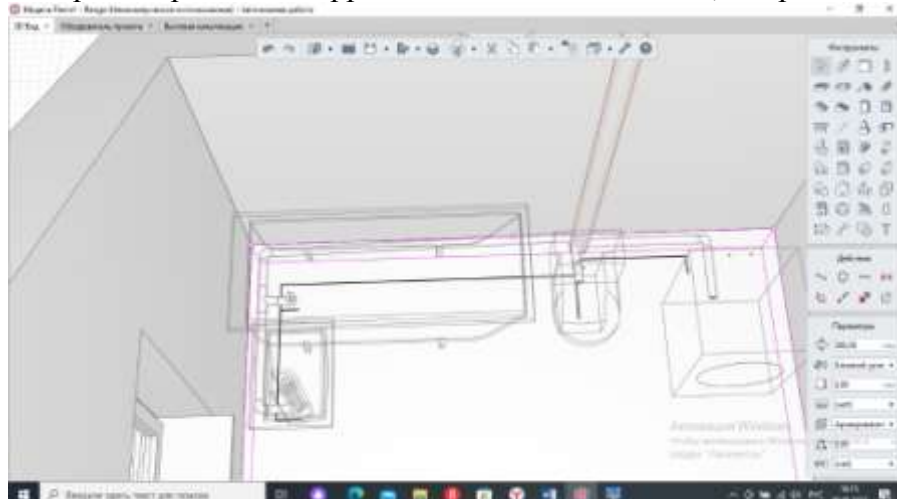

Рисунок 6.16 – 3D вид модели канализации
7. Убедитесь, что трасса проведена корректно на вкладке 3D вида, см. рис.6.16.